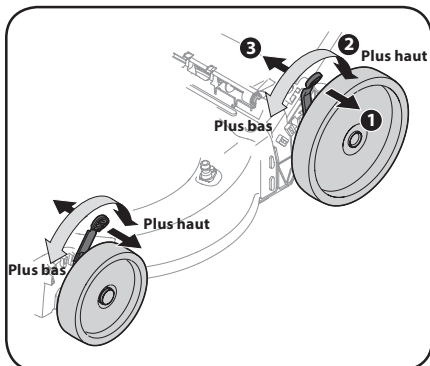

Figure 2-14
1. Déplacez le levier de réglage de la hauteur de coupe vers la roue (la tondeuse risque de basculer lorsque vous déplacez le levier de réglage). Voir Figure 2-14.